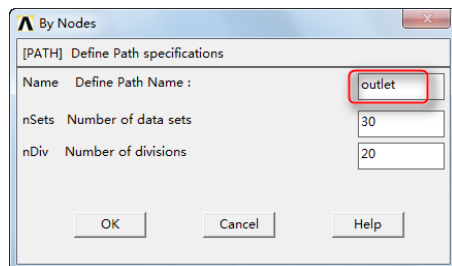

图 5-71 “By Nodes”对话框
⑥绘制出口处的流速分布：依次选择 Main Menu→General PostProc→Path Operation→Define Path→By Nodes，会弹出“拾取”对话框。依次拾取出口处的下端节点和上端节点两个点，单击“OK”按钮，会弹出“By Nodes”对话框，如图 5-71 所示，在“Name Define Path Name”后输入路径名称“outlet”，单击“OK”按钮关闭对话框。